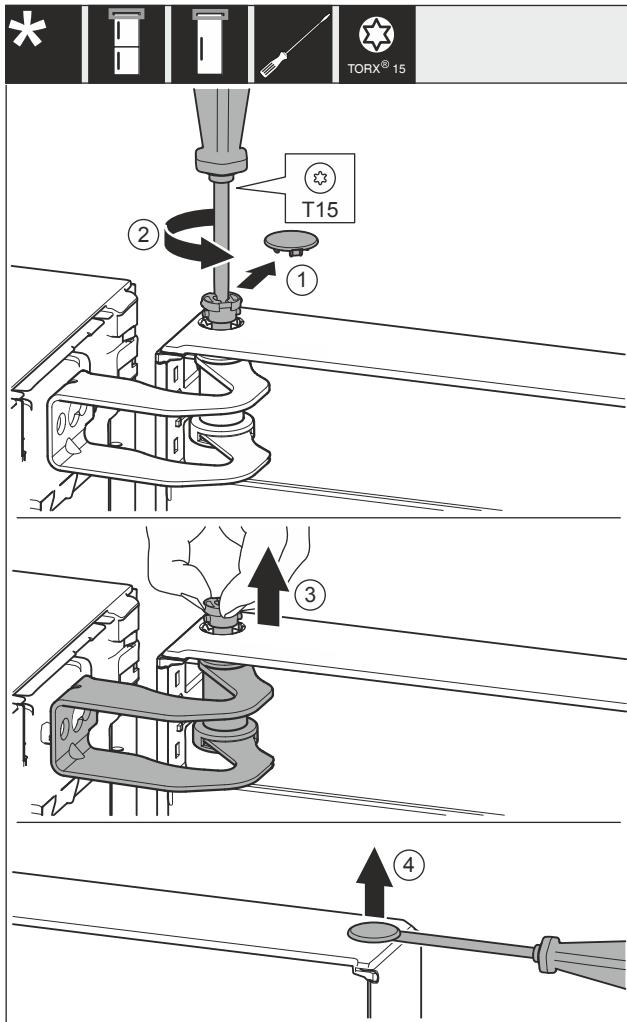

Fig. 9
- Abdeckung Fig. 9 (1) vorsichtig entfernen.
- Bolzen Fig. 9 (2) mit Schraubendreher ein Stück herausdrehen.
► Bolzen Fig. 9 (3) mit den Fingern herausziehen.
► Abdeckung Fig. 9 (4) vorsichtig mit einem Schraubendreher anheben und entfernen.